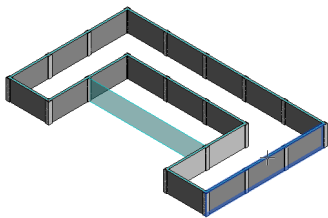

图 13-63 选择墙体
(1) 打开 9.2.1 节绘制的文件，将视图切换至三维视图。
(2) 单击“结构”选项卡“钢筋”面板中的“面积”按钮，选择楼板或墙以接收钢筋网区域，这里选择已经绘制好的墙体为钢筋网区域的放置位置，如图 13-63 所示。